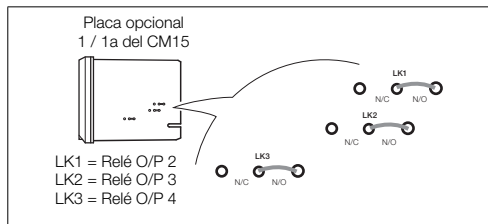

Fig. 4.11 Acceso a la tarjeta de conexión - Indicador CMF160
1. Los enlaces asociados con las salidas de relé se muestran en la Fig. 4.11.